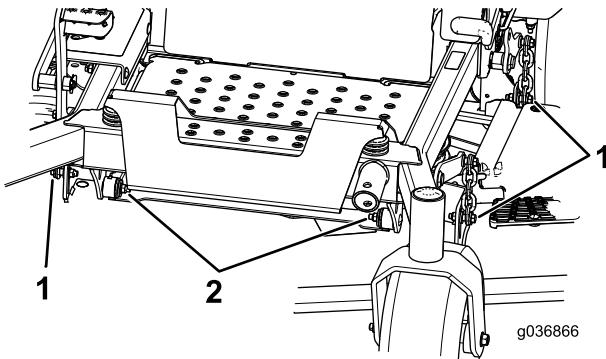

Figura 85
- Retire e guarde os parafusos e porcas em ambos os lados da máquina (Figura 85).